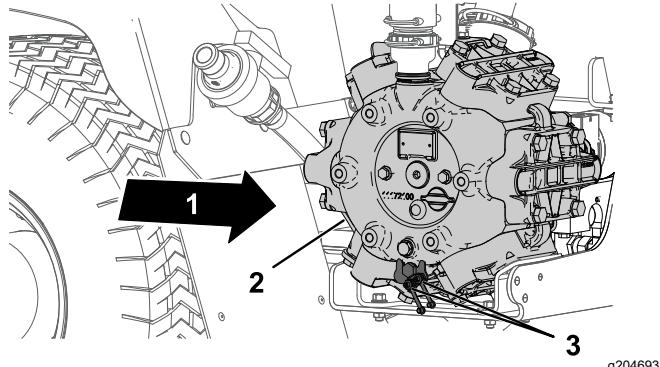

Figura 103
1. Limpie los 2 engrasadores remotos (Figura 103).
| 2. Bombee grasa en el engrasador remoto (Figura 103). | |